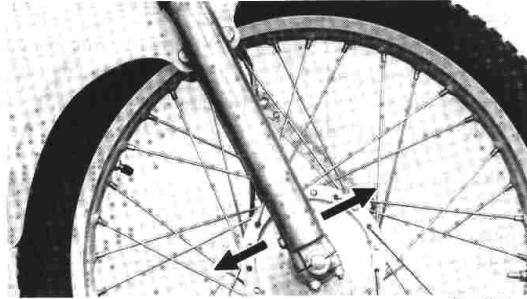

Fig. 2-4-14
b. Grasp bottom of forks and gently rock for assembly backward and forward, checking for any looseness in the steering assembly bearings. (Fig. 2-4-14)
b. Empoignez le bas des fourches et balancez doucement l'assemblage fourches en arrière et en avant, en vérifiant s'il n'y a pas de desserrage des roulements de la direction. (Fig. 2-4-14)